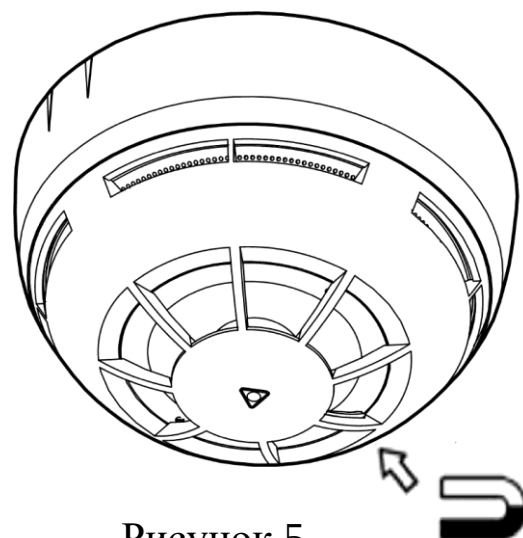

Рисунок 5
6.2 Проверка работоспособности производится поднесением постоянного магнита к краю корпуса извещателя в область, противоположную обозначенной метками на базе (см. Рисунок 5).